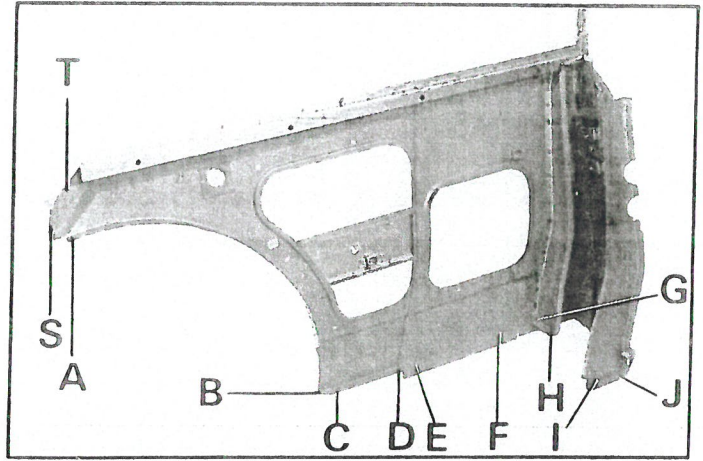

Fig. 1
- AB (fig 1)
- CD (fig 1 et 2)
- EF (fig 1, 2 et 3)
- GH (fig 1 et 2)
- IJ (fig 1 et 2)
- ST (fig 1)